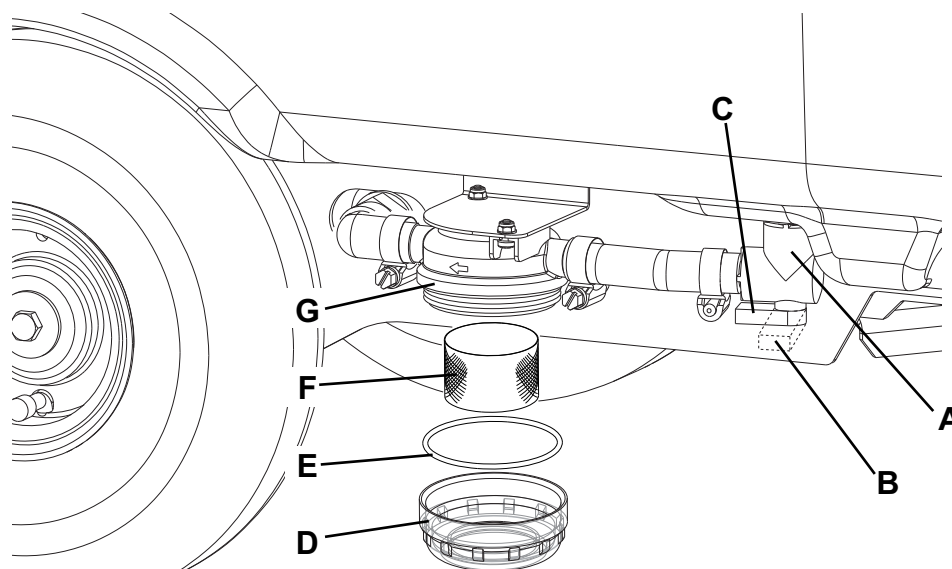

Рис. 8
2. Поверните ключ зажигания (80) в положение «0».
3. Закройте кран раствора (А, Рис. 8) под машиной позади левого заднего колеса.